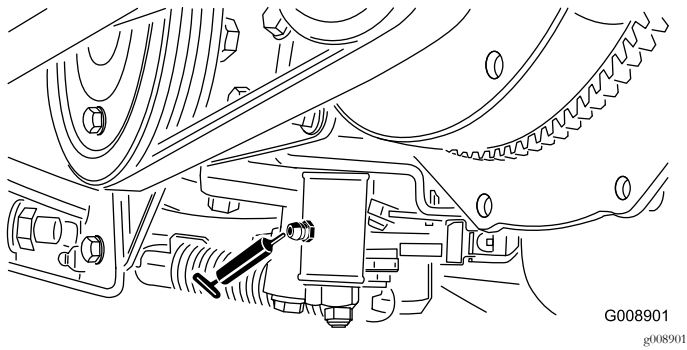

Figure 57
- Mécanisme de réglage du point mort (Figure 57)